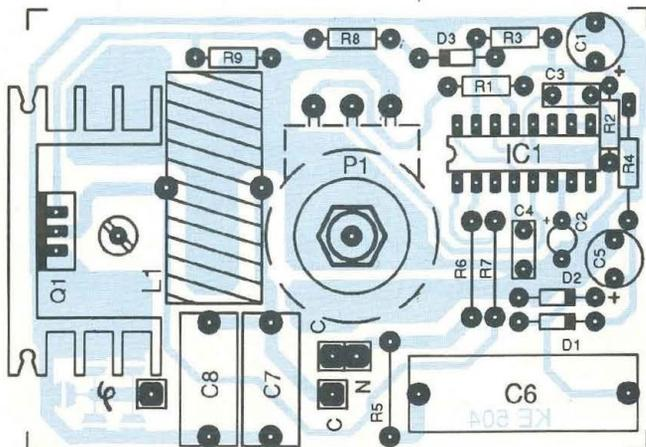
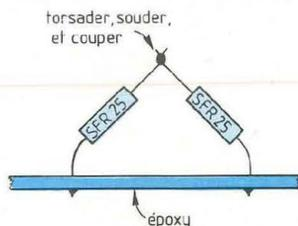
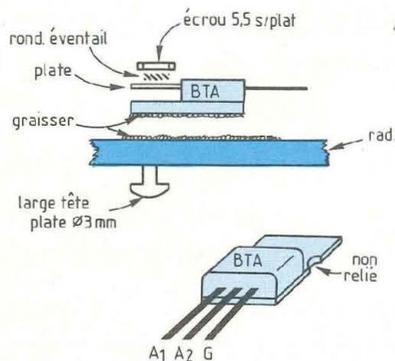

Fig. 7 : Plan de câblage.
Fig. 8 : Réalisation de R5, R6 et R7.
Fig. 9 : Montage fiable du triac pour atteindre 1 kW sur ML 33 Iskra.
figure 7, a été conçu pour son boîtier et qu'il y entre sans peine. Aucun strap, en figure 7 on doit voir pour R5, R6 et R7 l'assemblage monté en figure 8. Aucun support pour IC1 qui est incroyable dans ce montage.
**Attention par contre à la figure 9 que l'on peut archiver au rayon "triacs et alternistors" :** c'est la méthode qui permet de serrer sans déformer ni faire tourner le BTA. L'écrou tenu par une pince plate, un tournevis suffit à figer l'assemblage. Nous n'insisterons jamais assez sur ce dessin et **toute réalisation différente crée une panne à 1 kW.** Ou même avant s'il fait chaud. De part et d'autre du bloc (C7 + C8) en figure 7, on remarque quatre pastilles (φ, C, C, N) qui connectent le câble de sortie vers la charge (points C et C), les fils venus de la prise d'entrée 220 V aboutissant à φ et N.